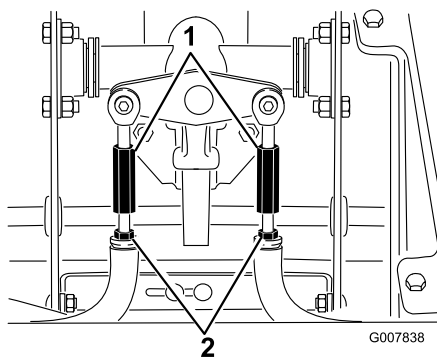

Figura 55
- D. Allentare i controdadi situati sulle aste di trazione, al di sotto della plancia (Figura 55).